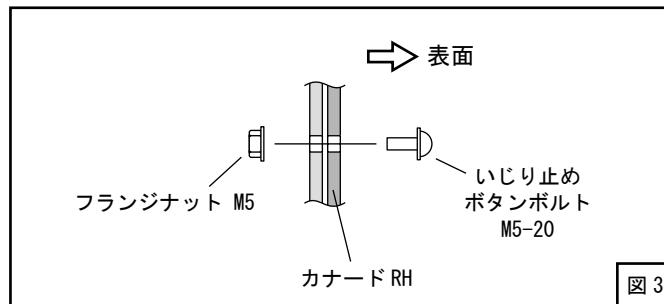

図 3
- (4) カナード RH に開いている穴位置でフロントバンパーにφ5.5 の穴を 5 箇所開けてください。
- (5) いじり止めボルト M5-20 とフランジナット M5 を使用してカナード RH を取付けてください。(図 3) いじり止めボルトのねじ部にはねじロック剤 (LOCTITE243 相当品) を塗布してください。